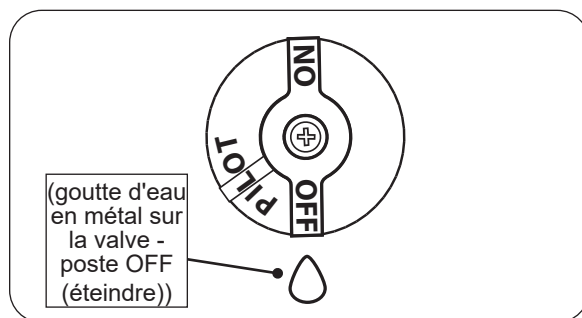

Fig. 69-2 Arrêt du pilote
- Localisez la vanne sur le côté de l'unité. Pousser le gaz bouton de commande légèrement et tourner dans le sens des aiguilles d'une montre ↻ sur **OFF** (éteindre) (voir Fig. 69-2).
Appuyez légèrement sur le bouton de contrôle et tournez-le dans le sens des aiguilles d'une montre ↻ pour **OFF** (éteindre). Ne force pas. Voir Fig. 69-2.